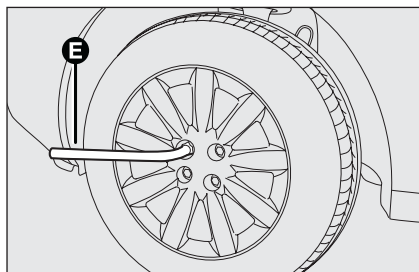

fig. 12
- ❑ allentare di circa un giro i bulloni di fissaggio, utilizzando la chiave in dotazione **E**- **fig. 12**; per vetture dotate di cerchi in lega, scuotere la vettura per facilitare il distacco del cerchio dal mozzo della ruota;